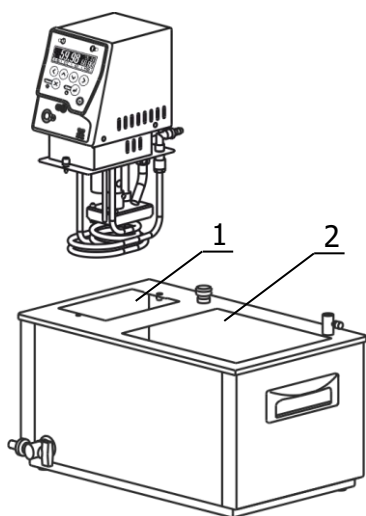

Рисунок 4 — Установка блока регулирования
2.2.3 Погрузить блок регулирования температуры в отверстие 1 (рисунок 4) и закрепить его винтовыми фиксаторами на крышке термостата.